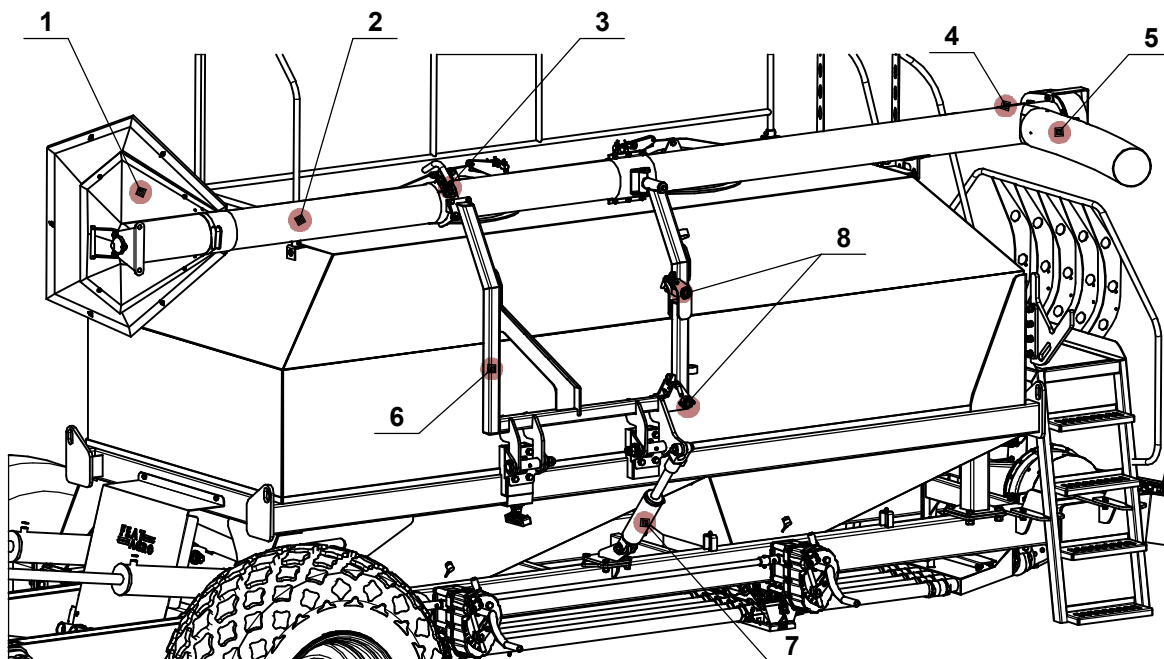
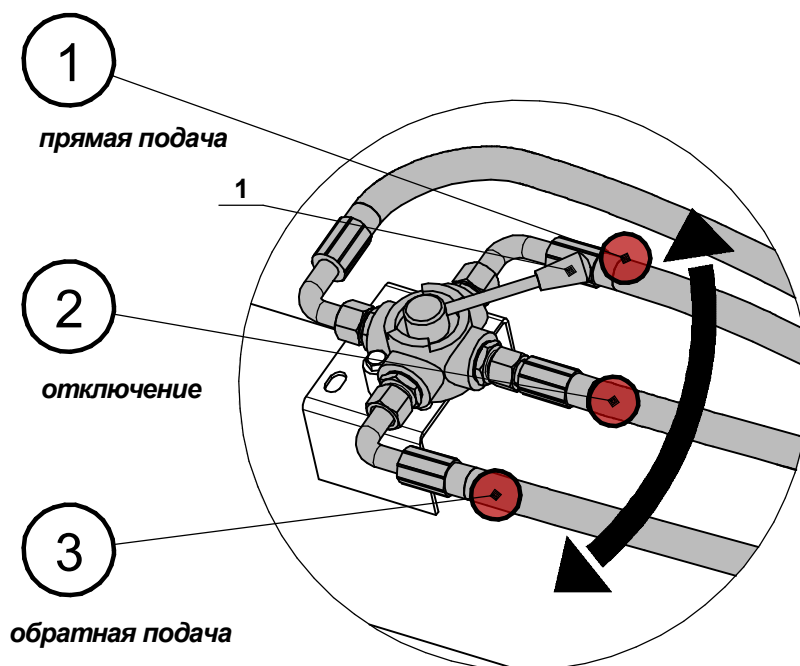

Рис.2.6 - Загрузочный шнек пневматического бункера посевного комплекса FEATAGRO серии «SD-9900» / «SD-12600»(положение транспортировки и хранения).
Рис.2.7 - 4-х позиционный кран управления направлением и частотой вращения шнека.
Для загрузки/выгрузки семенного материала и гранулированных удобрений в/из ёмкости бункера используется загрузочный шнек рис. 2.6. Перед работой со шнеком подробно изучите пункт 5.2.1 и 5.2.2.
**ВНИМАНИЕ!** При загрузке семян, склонных к травмированию, необходимо уменьшать частоту вращения загрузочного шнека с помощью кранов, расположенных на корпусе шнека (рис.2.7) либо регулируя поток масла в тракторе, максимально загружать приёмную корзину шнека **поз.1** рис.2.6.
**ВНИМАНИЕ!** Во время перевода шнека при помощи гидроцилиндра **поз.7** рис. 2.7 из транспортного положение в рабочее (подробнее см. пункт 5.2.1 и пункт 5.2.2) убирайте людей из зоны проведения данных работ.
**ВНИМАНИЕ!** Для отключения гидромотора привода шнека переведите рукоять крана **поз.1** рис.2.7 в **положение 2** (среднее положение).